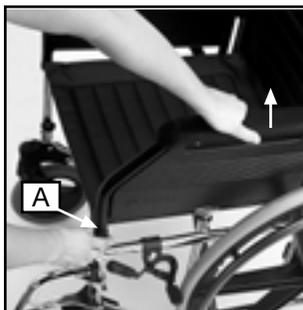

Fig. 11
2. APOYABRAZOS (Fig. 11, pag.3)